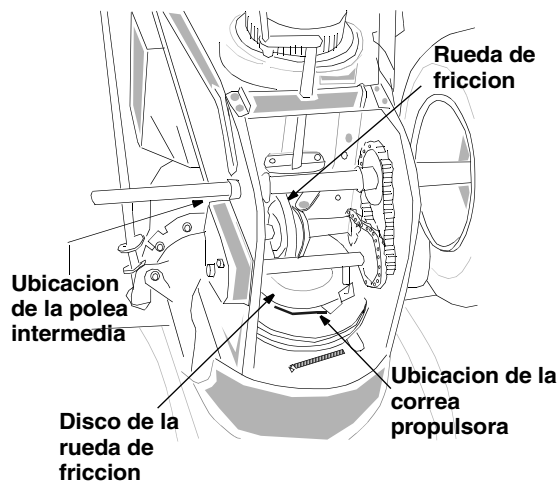

Figura 31
- Separe la polea intermedia de la polea del propulsor y extraiga la polea de la polea del motor. Encontrará la polea intermedia en la parte delantera del motor y debajo de la cubierta de la correa que extrajo previamente. Vea la Figura 31.
- Trabajando desde la parte inferior del bastidor, deslice la correa entre la rueda de fricción y el disco de la rueda de fricción. Vea la Figura 31. Usted puede tener que retorcer plana la correa para deslizarla por la separación entre la rueda de fricción y el disco de la rueda de fricción. Extraiga completamente la correa.